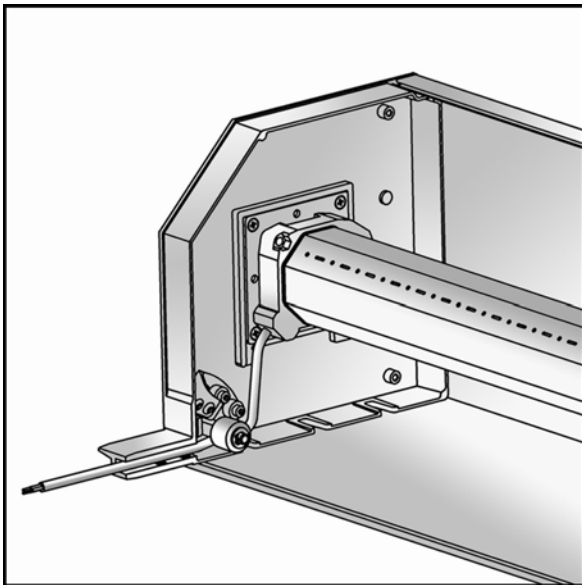
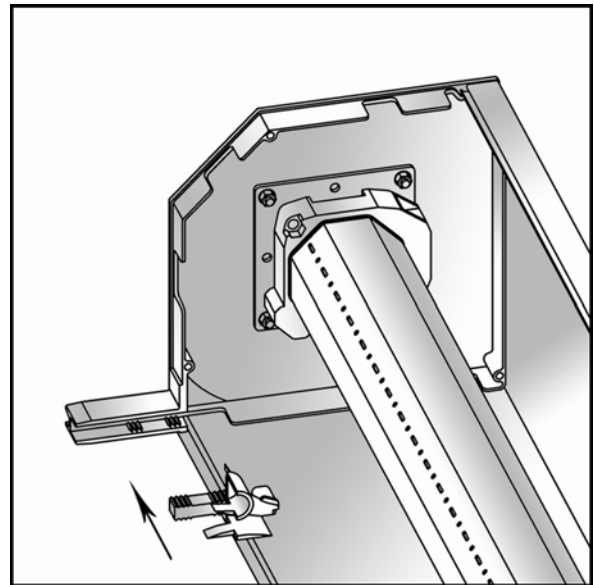

Abb. 2.13
Abb. 2.14
9. Wenn es nötig ist, das Antriebskabel in die Führungsschienenkammer einzuführen, dann ist das Kabel in den Blendenkappenfuß einzuführen (Abb. 2.13) Falls die Führungsschienen keine Umbördelung haben und der Blendenkasten keine Laufrollen hat, ist es notwendig, Einlaufrichter in den Blendenkappen anzubringen (Abb. 2.14, 2.15).